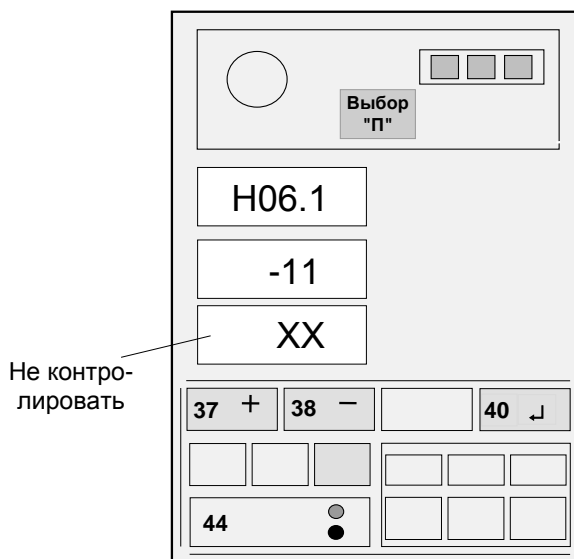

Рисунок 13 - Ввод температурного коэффициента
Если значение температурного коэффициента, указанное на жгутах ПрУ, отличается от значения, выдаваемого на средний ИЖЦ, нажатием кнопки 44 установить на верхнем ИЖЦ код "Н06.1", а затем, нажимая кнопки "+" (37) и "-" (38), установить на среднем ИЖЦ значение коэффициента для ПрУ (см. рисунок 13 для коэффициента М11), причем знак плюс на индикаторе не отображается, а знак минус отображается символом " - ".